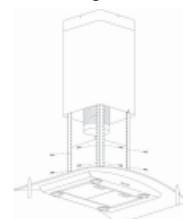

Imagen 7
- Apoie o exaustor e utilize 6 unidades de parafusos grandes de cabeça achatada M4\*10 para ligar o corpo do exaustor ao ângulo, ver *Imagen 7*.